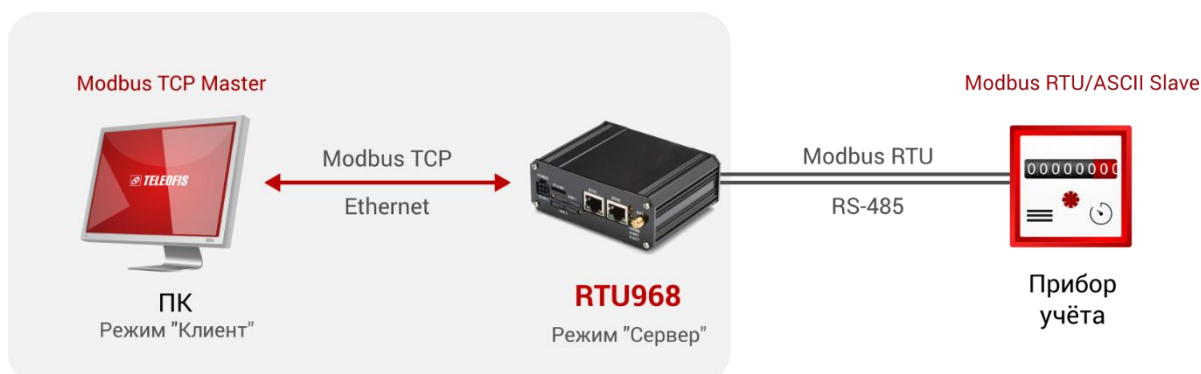

Рис. 15. Роутер RTU в режиме Сервер.
- Пример 1.** В этом случае роутер с подключенным к нему последовательным устройством работает в режиме Сервер, а удалённый ПК подключается к нему как Клиент (Рис. 15). Компьютер (Modbus Master) отправляет на роутер запрос Modbus TCP. Роутер преобразует пакет в Modbus RTU и передает запрос прибору учета (Modbus Slave). Полученный ответ роутер преобразует в пакет Modbus TCP и отправляет на ПК по Ethernet.